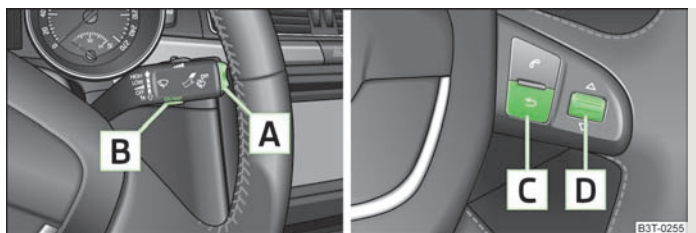

Fig. 7 Afişajul multifuncțional: Elemente de comandă de la maneta de acționare a ștergătoarelor de parbriz / elemente de comandă de pe volanul multifuncțional
Comutarea memoriei se realizează de la tasta **B** » fig. 7 de pe maneta de acționare a ștergătoarelor sau cu ajutorul roțiței de reglare **D** » fig. 7 de pe volanul funcțional.
Tasta basculantă » fig. 7 și tasta se găsesc în maneta de acționare a ștergătoarelor de parbriz. Comutarea și resetarea de la volanul multifuncțional are loc de la roțița » fig. 7.
Când temperatura scade sub +4 °C, în fața valorii temperaturii apare simbolul unui fulg de nea (avertizare pentru polei) și se emite un semnal sonor de avertizare. După apăsarea tastei basculante de pe maneta ștergătoarelor » fig. 7, respectiv a tastei de pe volanul multifuncțional » fig. 7, se afișează funcția care a fost afișată ultima dată.
Pe afişaj apare durata de deplasare de la ultima ștergere a memoriei. Dacă doriți să cronometrați timpul de deplasare de la un anumit moment înainte, trebuie să resetați memoria pe zero în acel moment, apăsând tasta de pe maneta ștergătoarelor » fig. 7 sau roțița de pe volanul multifuncțional » fig. 7 pentru mai mult de 1 secundă.
Dacă doriți să măsurați consumul mediu de combustibil pentru o anumită perioadă de timp, trebuie să resetați memoria pe zero la începutul măsurării, cu tasta  de pe maneta ștergătoarelor de parbriz, » fig. 7 sau de la roțița  de pe volanul multifuncțional » fig. 7. După ștergere sunt afișate linii pe afișaj, în primii 100 metri.
Pe display apare distanța parcursă de la ultima ștergere a memoriei » pagina 15. Dacă doriți să măsurați distanța parcursă de la un anumit moment înainte, trebuie să resetați memoria pe zero în acel moment, apăsând tasta  de pe maneta ștergătoarelor » fig. 7 sau roțița  de pe volanul multifuncțional » fig. 7.
Pe afișaj este indicată viteza medie în km/h de la ultima ștergere a memoriei » pagina 15. Dacă doriți să măsurați viteza medie pentru o anumită perioadă de timp, trebuie să resetați memoria pe zero la începutul măsurării, cu tasta  de pe maneta ștergătoarelor de parbriz, » fig. 7 sau de la roțița  de pe volanul multifuncțional » fig. 7.
- Selectați de la tasta **A** de pe maneta ștergătoarelor de parbriz » fig. 7 sau de la roțița **D** de pe volanul multifuncțional » fig. 7 punctul de meniu **Avertizare la depășirea vitezei**.